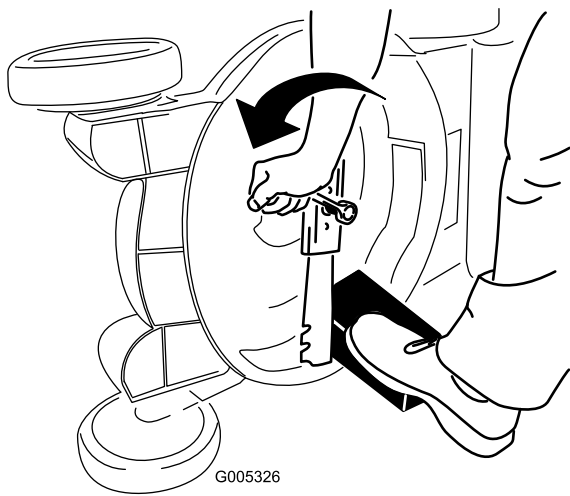

Bild 46
3. Stabilisieren Sie das Messer mit einem Holzblock (Bild 46).
4. Nehmen Sie das Messer ab und bewahren Sie alle Befestigungsschrauben auf (Bild 46).